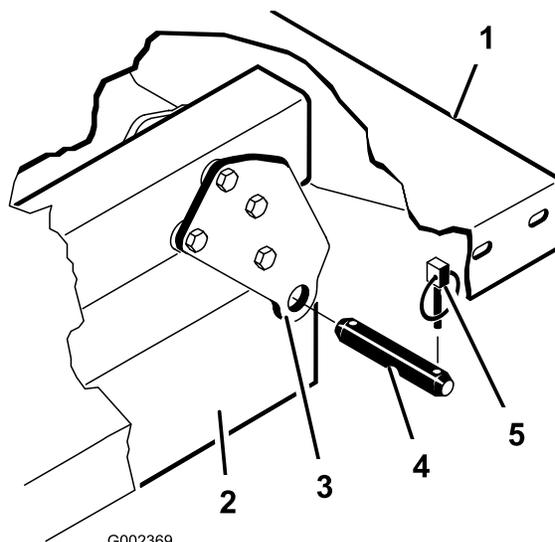

図 4
3. シリンダロッドの端部を荷台取り付けプレートのスロットに固定しているクレビスピンを外す(図 4)。
4. ピボット・ブラケットをフレームに固定しているリンチピンとクレビスピンを外す(図 4)。